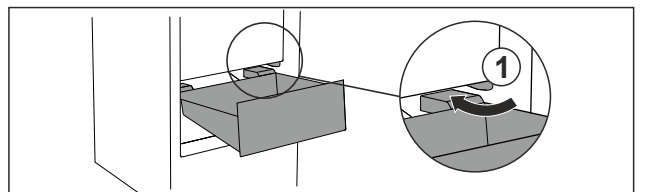

Fig. 69
- ▶ Ghidați sertarul oblic în jurul opritorului Fig. 69 (1).